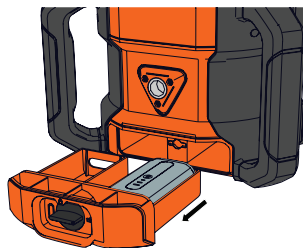

Figura 12
2. Retire el compartimento de la batería del láser rotativo. (Figura 12)